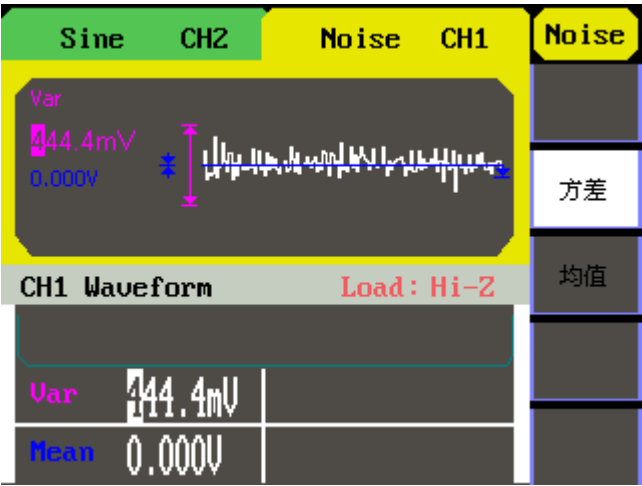

图 1-10 噪声信号设置界面
- 使用 Noise 按键，波形图标变为噪声信号，并在状态区左侧出现 Noise 字样。可输出带宽为 50MHz 的噪声。设置方差、均值，可以得到不同参数的噪声波。如图 1-10 所示，为噪声波的设置。